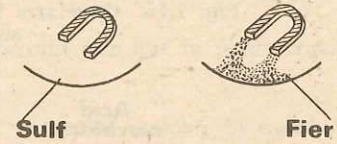

Fig. 1.14. Acțiunea magnetului asupra sulfului și fierului
- Apropiati un magnet de pulberea de sulf și apoi de pilitura de fier (fig. 1.14). Ce fenomen observați?